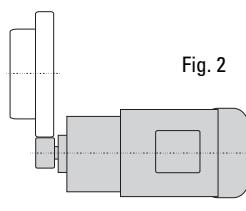

Fig. 2
- mit Ritzel (Fig. 2)
- with pinion (Fig. 2)
- avec pignon (Fig. 2)